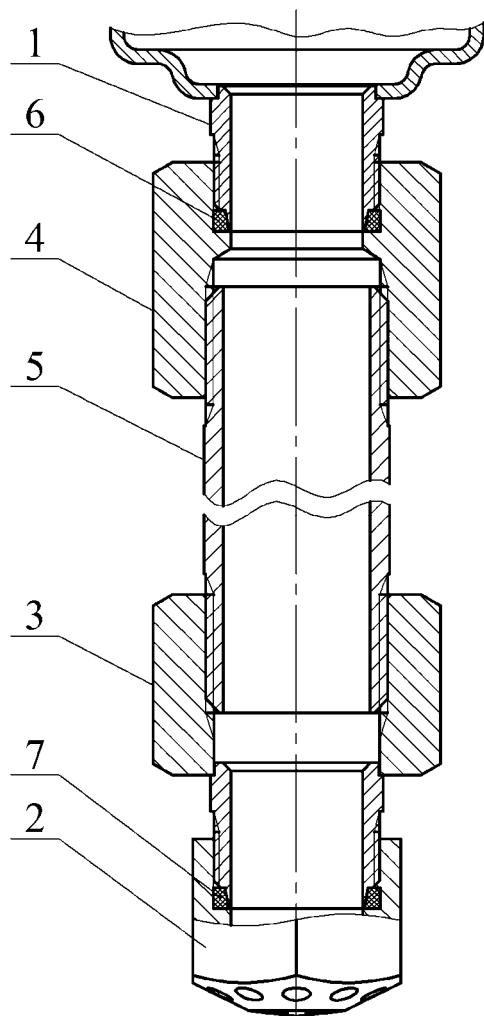

Рисунок 3
ж) по заявке Потребителя (см. рисунок 3):
4.1.3 Для вывода насадка-распылителя в свободную зону через подвесной потолок типа Грильято, Армстронг и т.п. или его перемещения в рабочую зону эффективного пожаротушения при монтаже МУПТВ на потолочном перекрытии высотой более 6 м модуль может быть дополнительно укомплектован удлинителем, соединяющим выпускную горловину МУПТВ **1** с насадком-распылителем **2** (см. рисунок 3).
6.7 При монтаже насадка-распылителя через удлинитель (см. рисунок 3) провести следующие работы. Собрать удлинитель согласно рисунку 3. Перед сборкой на наружные резьбы трубы **5** нанести герметик, например, ТЕКАСИЛ NEUTRAL PROFIL, после чего накрутить до упора переходники **3**, **4**. В зарезьбовые участки отверстий насадка-распылителя **2** и переходника **4** установить резиновые кольца **6**, **7**. На наружную резьбу переходника **3** накрутить до упора насадок-распылитель **2**. Соединить удлинитель через резьбовое соединение с выпускной горловиной МУПТВ **1**. При монтаже необходимо обеспечить перпендикулярное направление оси удлинителя относительно горизонтальной плоскости.
При наличии удлинителя (см. рисунок 3) дополнительно: